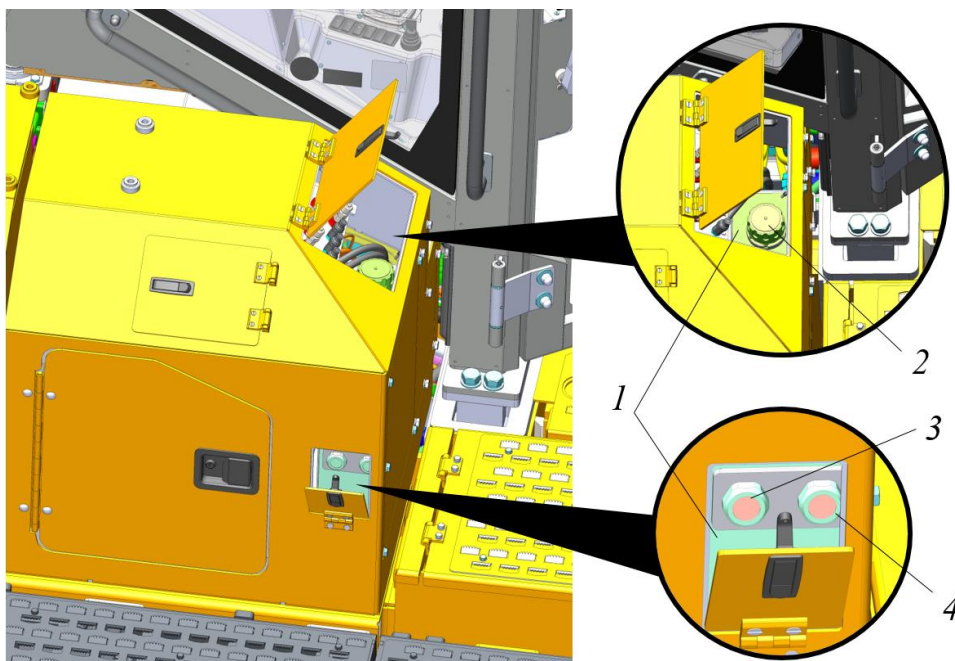

Рисунок 5.146. Заправка масла в систему смазки уплотнения редуктора
- ▶ Снять крышку 2 и через горловину заправить бак 1 маслом, см. рис. 5.146.